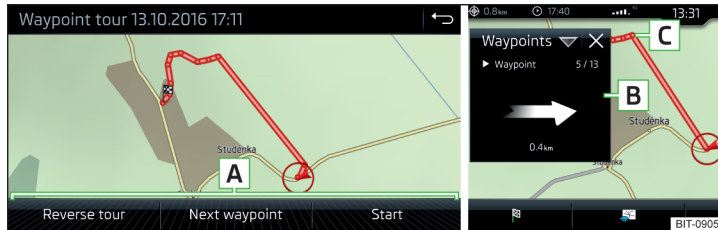

Fig. 233 Afficher un trajet avec des points de passage / Parcourir un trajet avec des points de passage
- Sélectionnez l'un des menus suivants **A** » fig. 233.
Lorsqu'un trajet avec des points de passage est en cours, la fenêtre supplémentaire **Points de passage** affiche la direction ainsi que la distance jusqu'au point de passage suivant, le numéro en continu du point de passage suivant ainsi que le nombre total de points de passage **B** » fig. 233.
Le trajet avec des points de passage à partir de l'emplacement du véhicule jusqu'au point de passage suivant « diminue » progressivement pendant le trajet par pas de « » **C** » fig. 233.
- Affichage du trajet avec des points de passage » fig. 233 à la page 206